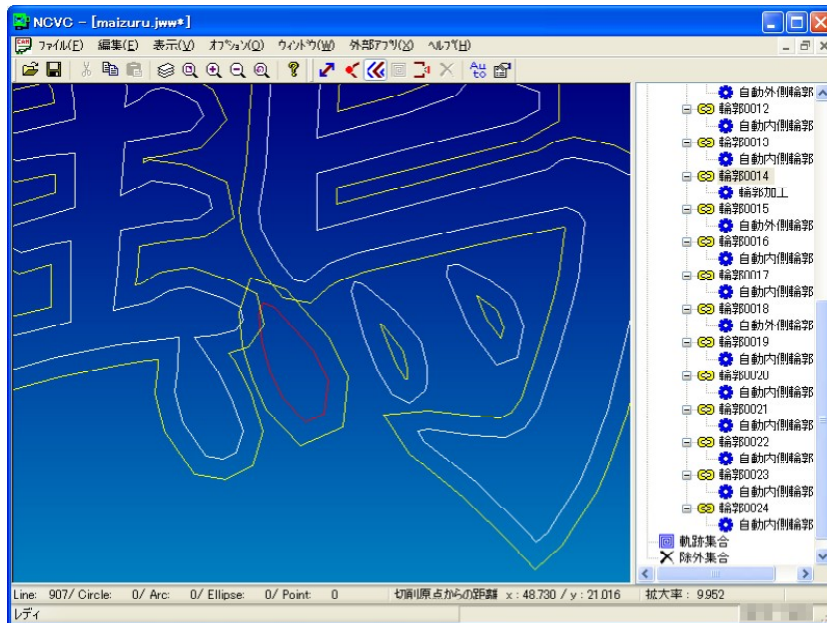

図7 手動輪郭設定
3) 加工指示が「輪郭」になっているので、元の図形を（選択された状態で）再クリックすると、一時的な輪郭オブジェクトが生成されます。マウスを動かして内外の希望する側でクリックしてください。クリック（決定）すると、図7のように右側のツリーにも該当図形集合に「輪郭加工指示」が追加されます。